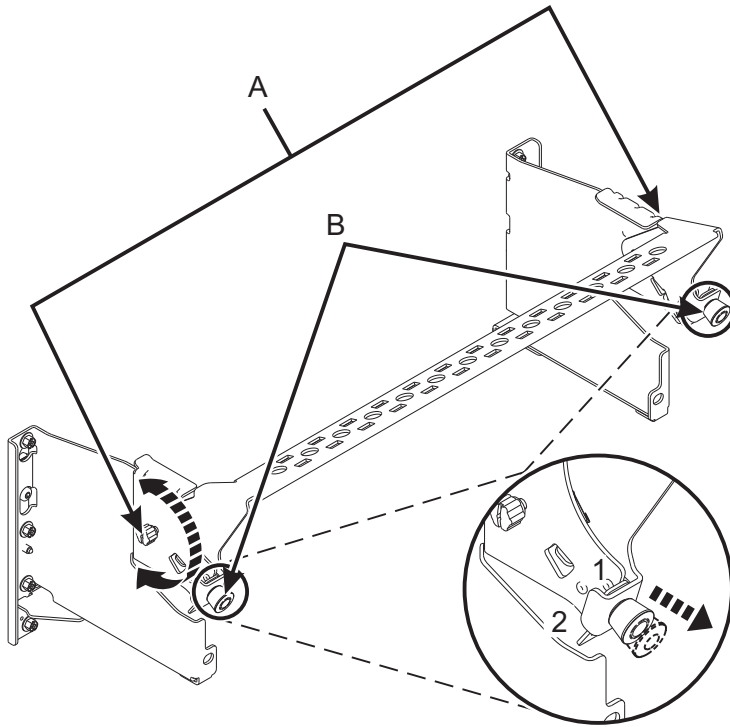

Figura 10. Colocación de la abrazadera portacables en la posición de servicio
4. Coloque la abrazadera portacables en la posición de servicio. Consulte la Figura 10 en la página 10.